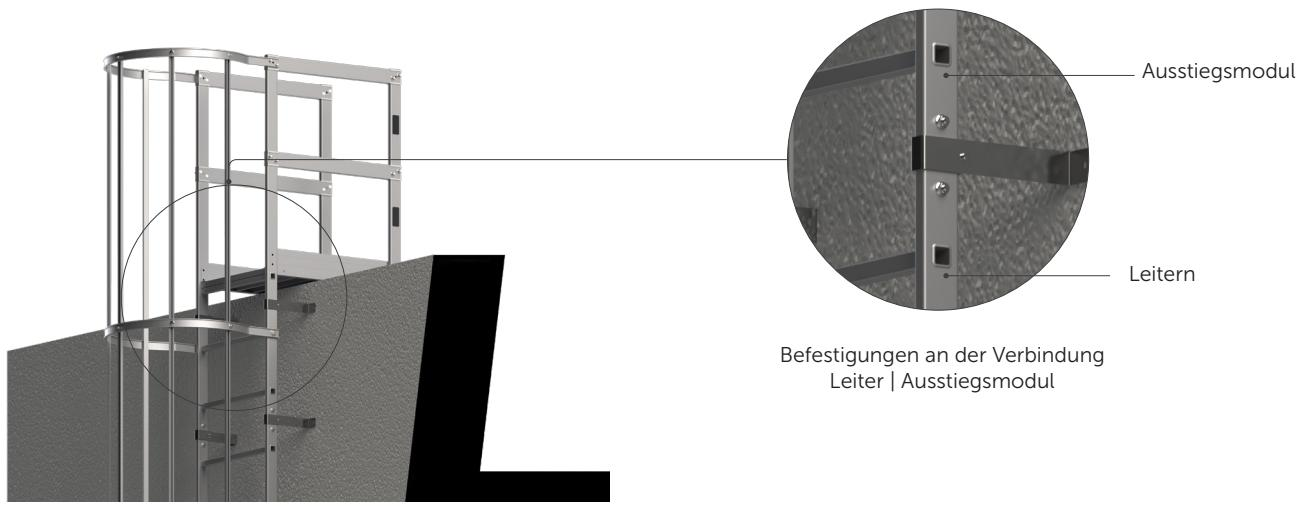

Abb. 1
**WICHTIG:** Es empfiehlt sich, das Kit für die Befestigungsfüße auf der Höhe der Verbindung zwischen Leiter und Ausstiegsmodul zu installieren, wie in Abb. 1 dargestellt. Für die äußerst schnelle Befestigung wird nur eine Schraube an einer Gewindebohrung benötigt.